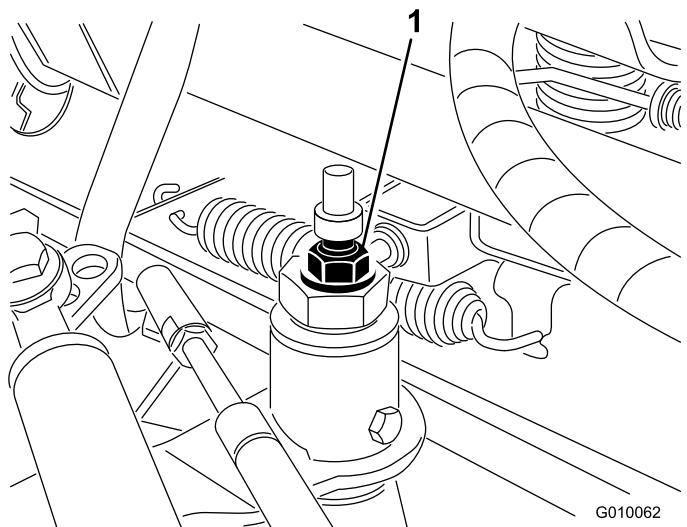

図 55
3. トラクション調整カムのロックナットをゆるめる (図 55)。